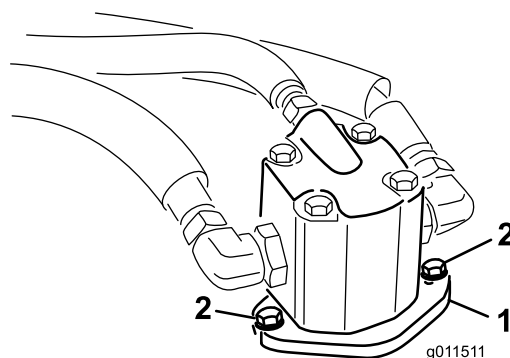

Figura 100
- Retire os parafusos que fixam o motor hidráulico à plataforma do cortador (Figura 100).